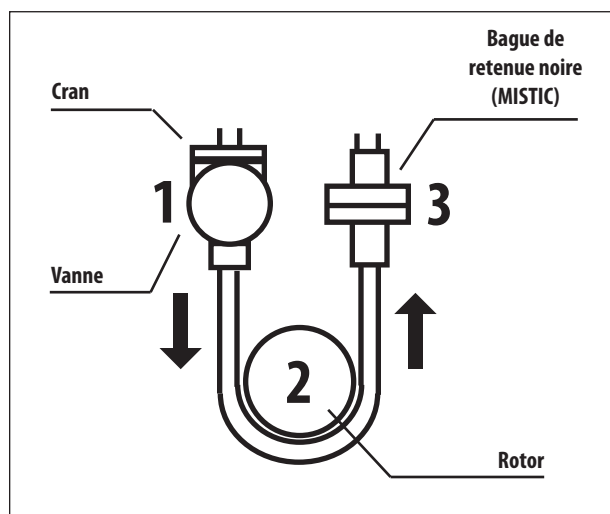

Figure 4. Installation de la tubulure.
3. Pour charger la tubulure (voir Figure 4) :
- Tenir le cran sur la vanne et l'insérer dans la glissière gauche (1).
- Tenir la bague de retenue noire et étirer doucement le tube autour du rotor (2). Tirer sur la bague de retenue et l'insérer dans la glissière droite (3).